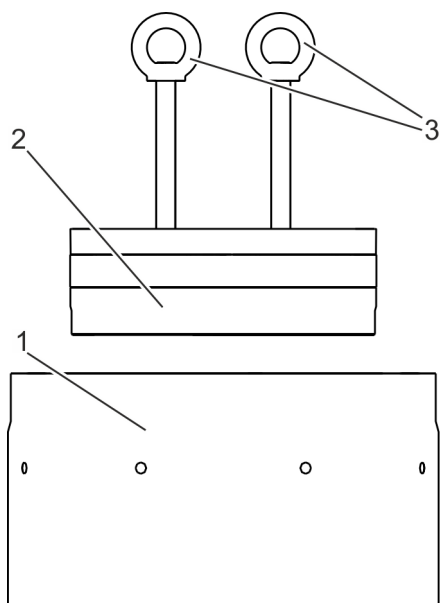

Fig. 12: Colocar la tapa
- 19.** Si los ha retirado, enrosque los cáncamos hembra (Fig. 12/3) a los espárragos roscados de la tapa.
- 20.** Amarre los cáncamos hembra (Fig. 12/3) al equipo de elevación y eleve la tapa (Fig. 12/2) (con el anillo de apoyo y la junta anular colocados) por encima del cuerpo de la válvula (Fig. 12/1).